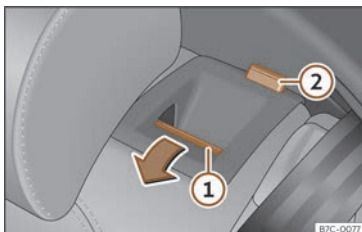

Fig. 99 Asiento trasero: abatir el respaldo.
- Pulse la tecla de desbloqueo >>> **fig. 99 ①** hacia delante y, al mismo tiempo, abata el respaldo. El respaldo trasero está desbloqueado cuando se ve una marca roja en la tecla **②**.